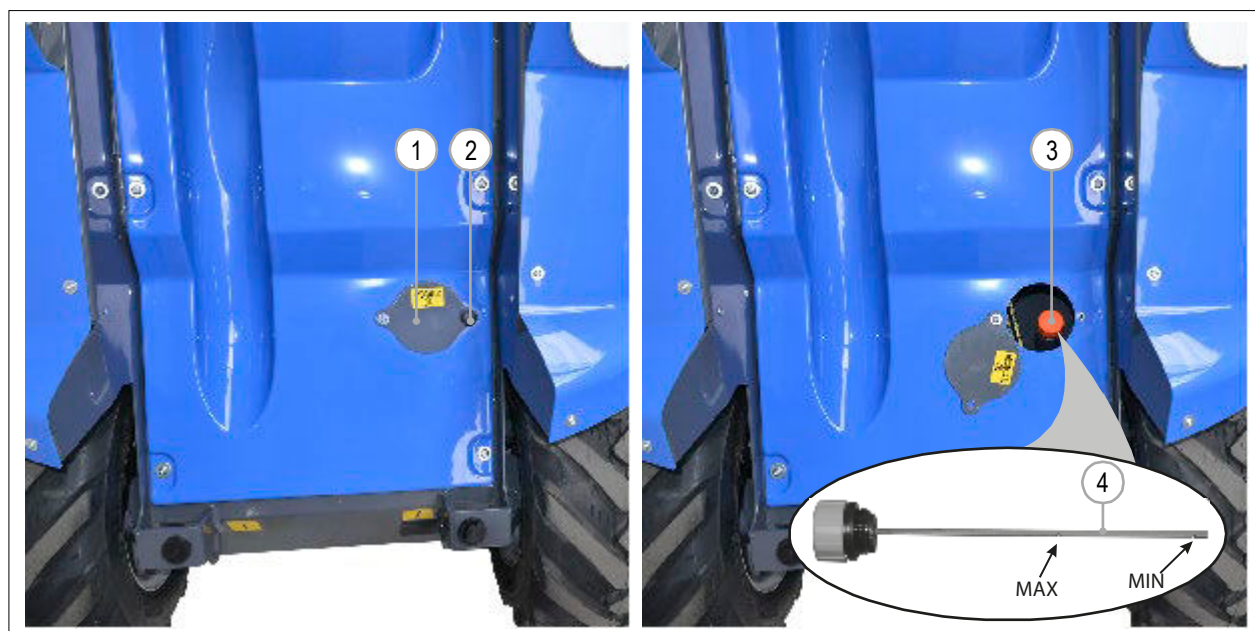

FIG. 43
- 3) Skru knoppen af (FIG. 43 - Ref. 2) for at åbne dækslet (FIG. 43 - Ref. 1) ved højre forhjul.
- 4) Fjern dækslet fra tanken med hydraulisk olie (FIG. 43 - Ref. 3).
- 5) Tjek niveauet på den hydrauliske væske i tanken vha. oliepinen. Niveauet bør være i det normale måleområde mellem de to hak på oliepinen. (FIG. 43 - Ref. 4).